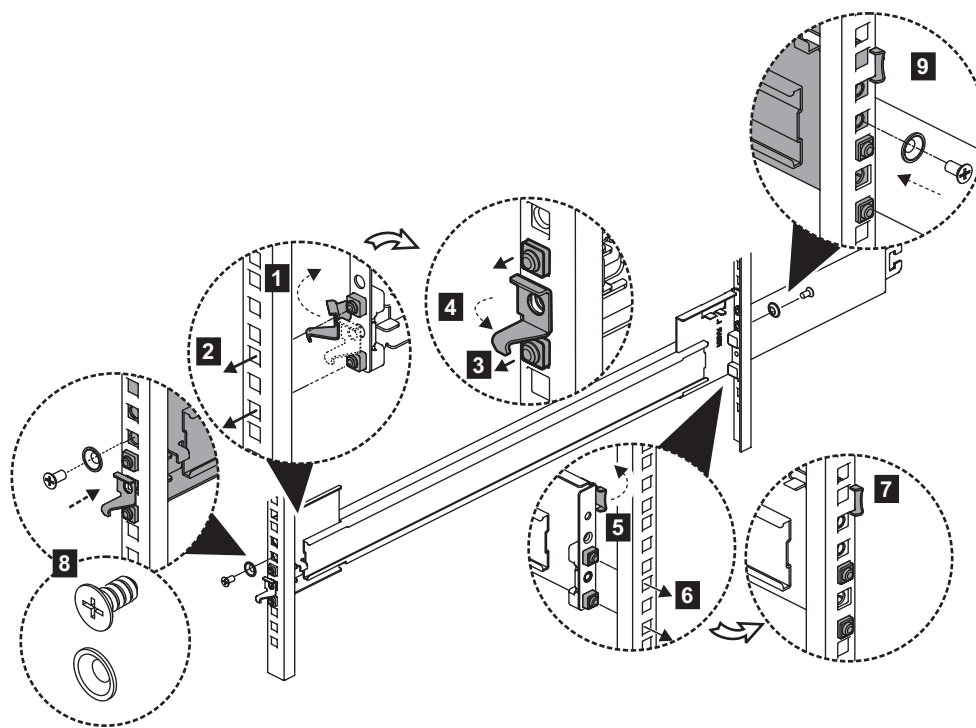

図 43. フレームへのブラケット・アセンブリの取り付け
- a. 前面のラッチ・フックを開きます (1)。
- b. 工具を使用しないレール・マウント・ピンを前面のラック・ポストに合わせます (2)。
- c. カチッと音がするまでレール・マウント・ピンを所定の場所に収めます (3)。
7. 60 ページの図 43 に示すように、レールの外部セクションを背面フレームに取り付けます。